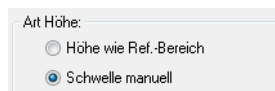

Abbildung 7-41 Gruppenfeld Art Höhe
2. Wählen Sie im Gruppenfeld **Art Höhe** (siehe Abbildung 7-41 auf Seite 401) die Kriterien für die Binarisierung aus: